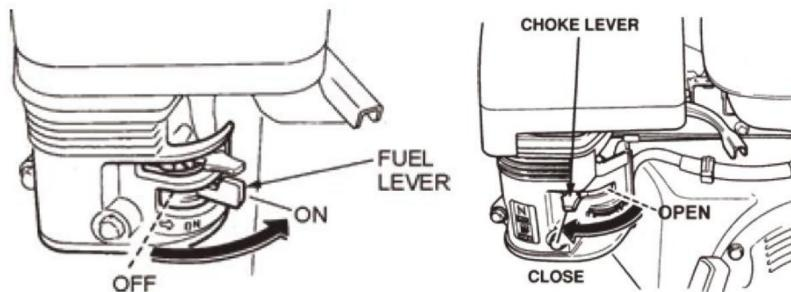

ABB.6 ABB.7
9.1 Stellen Sie den Kraftstoffventilhebel des Motors (ABB. 6) auf die Position „ON“.